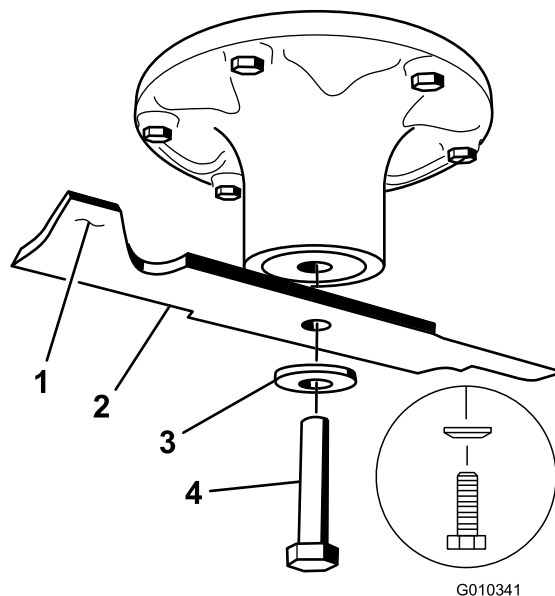

Figure 57
2. Enlevez de l'axe, le boulon, la rondelle bombée et la lame (Figure 57).
1. Placez la lame sur l'axe (Figure 57).
2. Installez la rondelle élastique et le boulon de la lame en veillant à ce que le côté bombé de la rondelle élastique soit dirigé vers la tête du boulon (Figure 57).